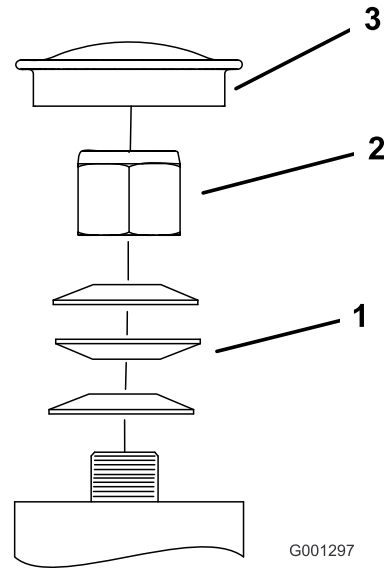

Figure 69
3. Retirez le couvre-moyeu de la roue pivotante et serrez le contre-écrou (Figure 69).
4. Continuez de serrer le contre-écrou jusqu'à ce que les rondelles élastiques soient aplaties, puis desserrez-le d'un quart de tour pour obtenir la précharge correcte des roulements (Figure 69).
**Important:** Veillez à placer les rondelles élastiques comme montré à la Figure 69.
5. Reposez le couvre-moyeu (Figure 69).